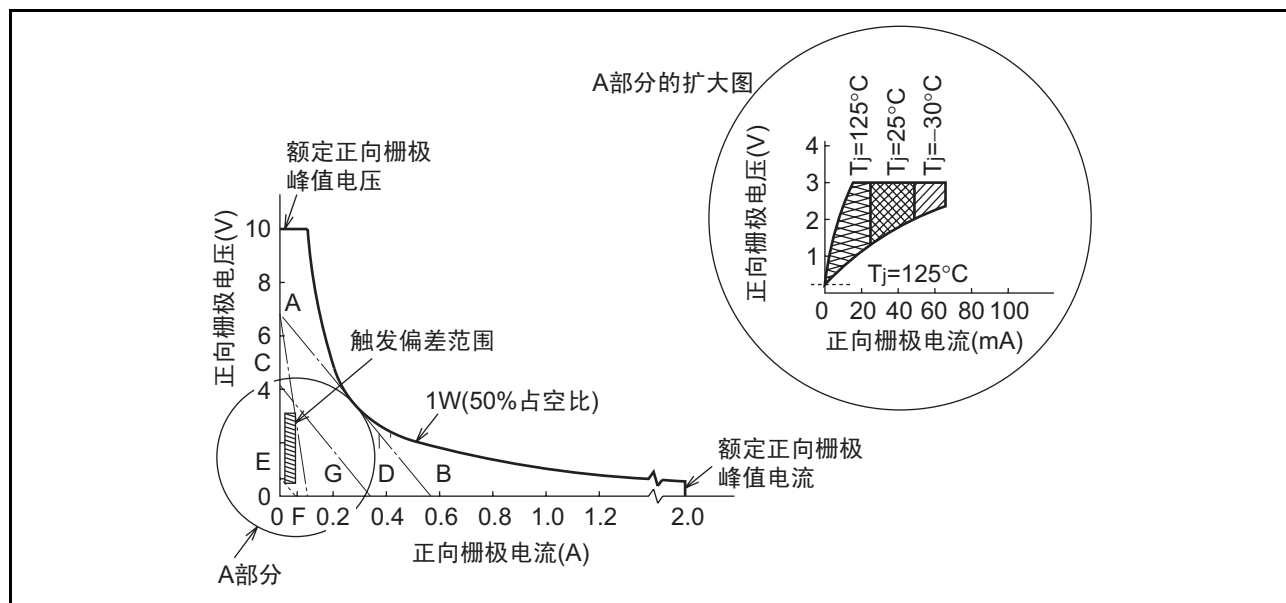
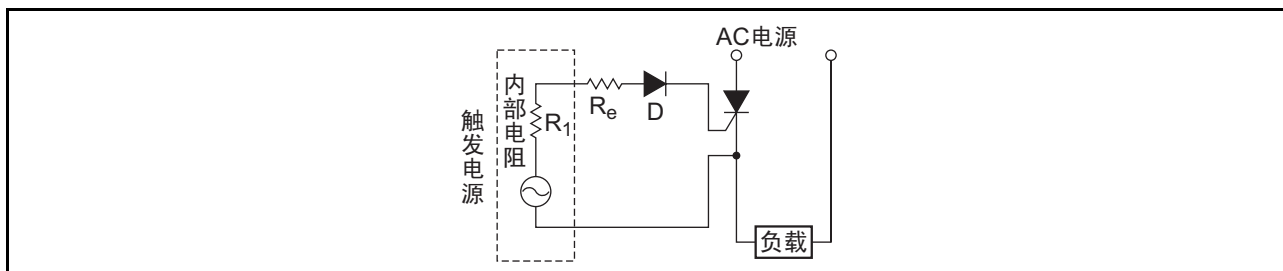
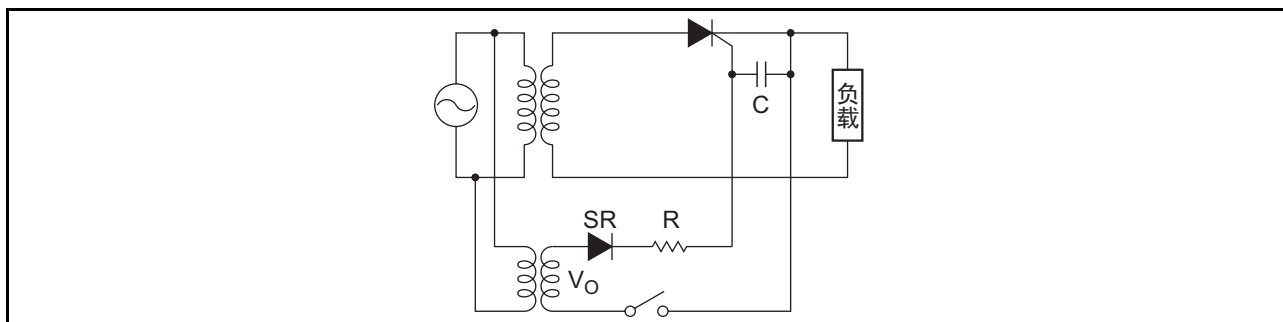

图6 栅极负载直线图
图7 基本触发电路图
图9 触发电路接线图
为决定该电路常数，可使用如图6所示以横轴为正向栅极电流、纵轴为正向栅极电压的图，并在该图中画出器件触发特性范围及栅极占空比的容许栅极损耗的双曲线。
如果在图中画有斜线的范围的上部或右侧，器件必定触发。其边界线为使用温度范围（最低结温）内最大的栅极触发电流和栅极触发电压。另一方面，如果在画了斜线的范围的下部及左侧，则为器件不触发范围，其边界线为使用温度范围（最高结温）内最小的栅极非触发电流/电压。图6为晶闸管CR20F的图（但是，数据列表中用双对数刻度记载），其中最大栅极触发电流为50mA($T_j=25^\circ\text{C}$)、最大栅极触发电压为3.0V($T_j=25^\circ\text{C}$)和最小栅极非触发电压为0.25V($T_j=125^\circ\text{C}$)。
如图7所示的栅极电路，可看作是在恒定电压的电源上，串联电流限制电阻及栅极的电路。触发电路的主要设计是决定电源电压值及电源内部电阻和电流限制电阻的值。为决定这些值，在图6的纵轴上取输出端开放时的触发电源电压值、在横轴上取输出端短路时的短路电流值，并将两者连接。该直线称为栅极负载直线，但是无论栅极输入电阻如何偏差，外加在栅极上的电压和通入的电流，都会成为该栅极负载直线上的组合。因此，如果该栅极负载直线不穿过斜线部分并在额定栅极损耗曲线以下，所有的器件都将确实且安全地触发。如果穿过斜线部分，就表示有一部分器件可能不触发，如果穿过额定栅极损耗曲线，就表示有一部分器件在栅极消耗超出额定值的功率。
对如图9所示的与主电路电压同步的晶闸管 CR20F 触发电路的设计例子进行说明。通过硅晶体二极管 (SR) 阻止触发电源的负周期。另外，因为该二极管是硅晶体二极管而不是锗二极管，所以上升电压可为 0.7V，起到防止误动作的作用。由于通过硅晶体二极管 (SR) 将触发电源电压整流为半波，所以栅极的占空比为 50%。在图6栅极负载直线图中画占空比为 50% 时的容许功耗曲线。在晶闸管 CR20F 中，由于栅极平均输入为 0.5W，所以占空比 50% 时为 1W 的曲线。